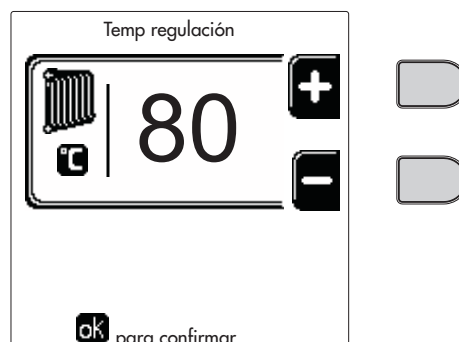

fig. 13
- **ON**. Ante una demanda de calefacción/ACS, la caldera funciona a la temperatura de regulación de la calefacción/ACS (fig. 13/fig. 15) programada.
- **re**. Ante una demanda de calefacción/ACS, la caldera funciona a la temperatura de regulación reducida. La temperatura reducida se obtiene restando la temperatura de regulación de la reducción (fig. 14/fig. 16) a la temperatura de regulación de la calefacción/ACS (fig. 13/fig. 15) programada.